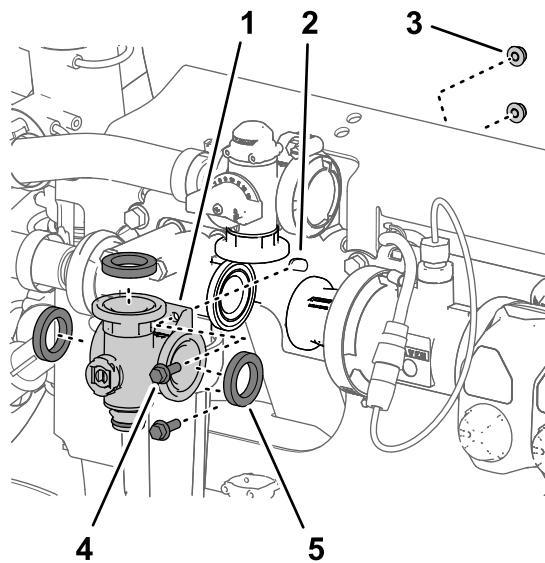

Bild 105
3. Entfernen Sie die zwei Bundkopfschrauben ($\frac{1}{4}$ " x $\frac{3}{4}$ ") und die zwei Sicherungsbundmutter ($\frac{1}{4}$ "), mit denen der Rührwerkventilverteiler an der Ventilstütze befestigt ist (Bild 105).
4. Nehmen Sie den Rührwerkventilverteiler und die Dichtungen von der Maschine ab (Bild 105).